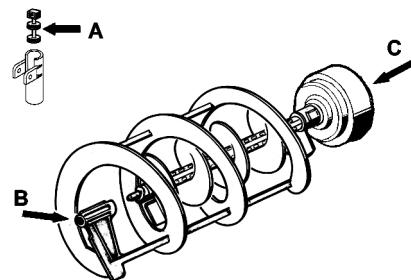

figura 13
- Lubrificare il pistone rubinetto, il raschiatore interno e quello esterno (nei punti A, B e C indicati in figura 13) utilizzando esclusivamente il grasso fornito dal fabbricante o altro **grasso**